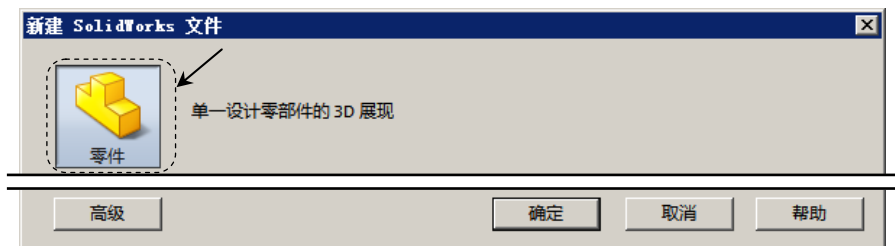

图 2.2.1 “新建 SolidWorks 文件”对话框
Step1. 启动 Solidworks 软件后，选择下拉菜单 **文件(F)** → **新建(N)...** 命令，系统弹出图 2.2.1 所示的“新建 SolidWorks 文件”对话框；选择“零件”模板，单击 **确定** 按钮，系统进入零件建模环境。